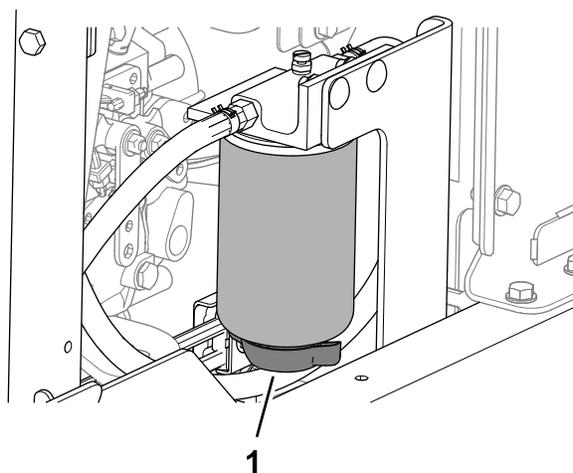

Figura 83
3. Alinhe uma bandeja de drenagem sob a válvula de drenagem do separador de água-combustível (Figura 83).